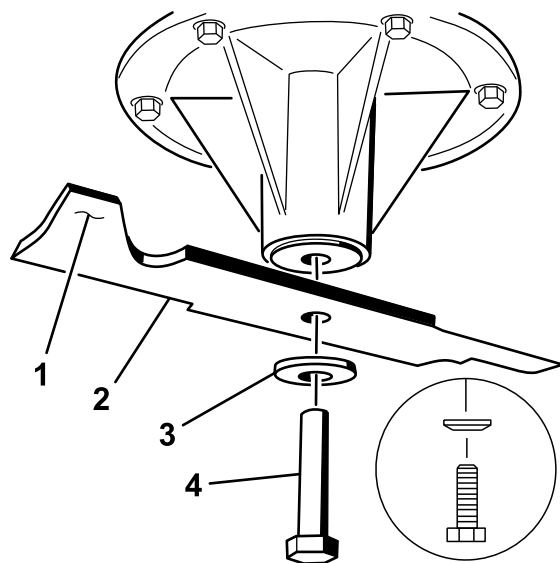

Figura 105
1. Montate la lama sull'asse del fusello (Figura 105).
2. Montate il disco elastico e il bullone della lama (Figura 105).
**Nota:** Il cono del disco elastico deve essere rivolto verso la testa del bullone (Figura 105).